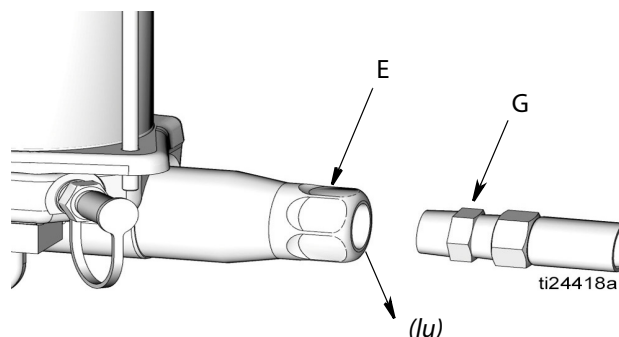

Рис. 7
3. Отсоедините линию подачи смазочного материала (G) от выпускного патрубка насоса (E) (Рис. 7).
5. Дайте поработать насосу в течение нескольких ходов поршня до тех пор, пока консистентная смазка (*gr*), без пузырьков воздуха, не станет выходить из выпускного патрубка насоса (E) (Рис. 7).